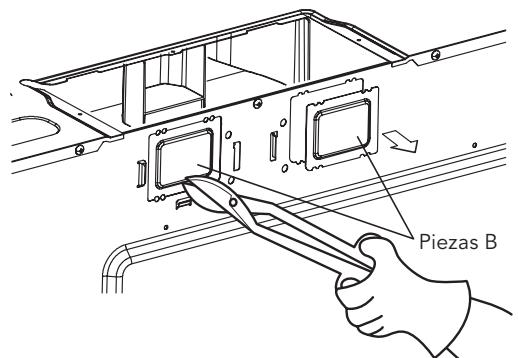

Figura 10
- Use cortadores laterales o tijeras para lámina para cortar y quitar las piezas B de la placa posterior. Tenga cuidado de no distorsionar la placa. Vea la Figura 10.